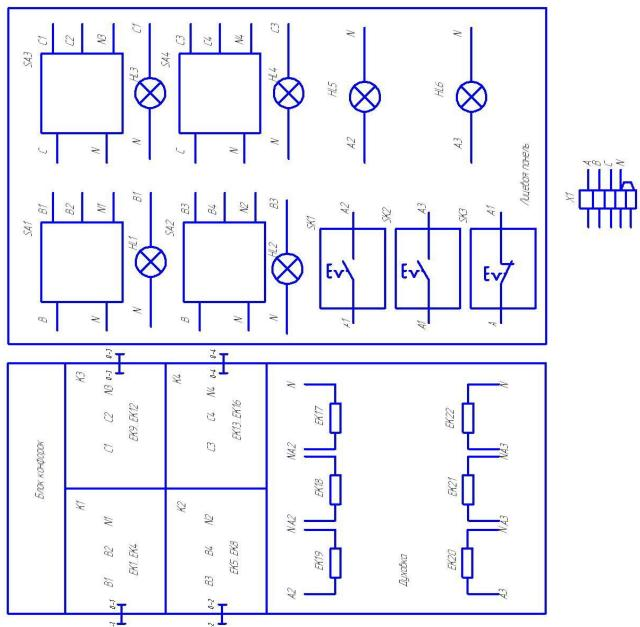

Рисунок 3 – Схема электрической соединений
4.7 Схему электрическую принципиальную смотри рисунок .2, схему соединений – рисунок 3.